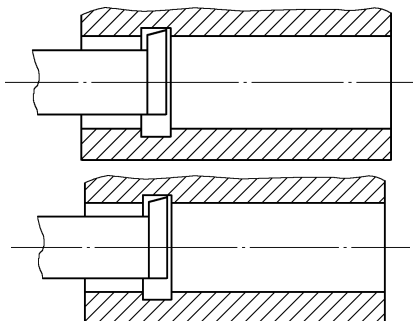

图 4
（2）选用单刃粗镗刀加工沟槽剩余未加工部分（镗刀需要事先调整到需要的尺寸），如图4所示。此时需要利用数控机床的主轴准停功能，详细动作分解如下：①将镗刀快速移动至距工件孔口端面安全高度50mm处。②主轴准停。③主轴朝镗刀刀尖反方向移动一定距离，此距离大于沟槽径向深度（半径值），需权衡考虑。④镗刀刀杆处直径，防止退刀距离过大，造成撞刀事故。⑤在主轴准停状态下，刀具轴向进刀至沟槽已加工处。⑥主轴朝镗刀刀尖方向移动至孔中心。⑦主轴转动，切削液开启，开始轴向进刀加工至图样深度。⑧主轴准停。⑨主轴朝镗刀刀尖反方向移动。⑩快速退刀至安全高度，主轴移动到孔中心处，切削液关闭，完成加工。